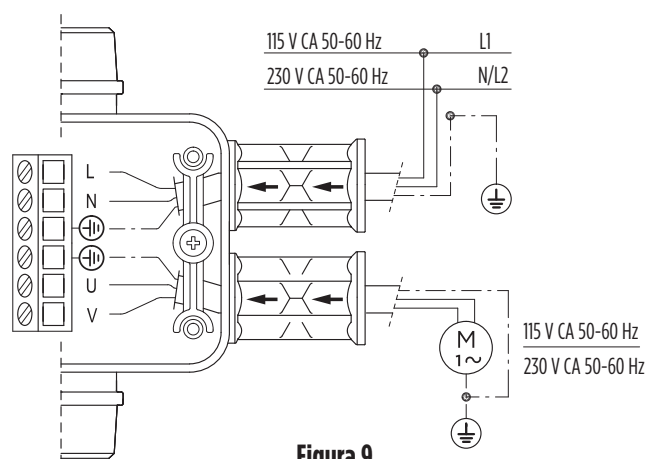

Figura 9
Siga todas las indicaciones que se encuentran en el diagrama eléctrico de la Figura 9.
⚠ AVISO La conexión a tierra de seguridad está marcada en su terminal con el símbolo  (Figura 9).
- Conecte los cables de alimentación al terminal de tornillo marcado L y N (Figura 9). Utilice solo cables de cobre clasificados para al menos 60 °C. Los terminales del cable conductor deben ajustarse a un par de 4 in-lb (0.5 Nm).
- Conecte los cables del motor al terminal de tornillo marcado U y V (Figura 9). Utilice solo cables de cobre clasificados para al menos 60 °C. Los terminales del cable conductor deben ajustarse a un par de 4 in-lb (0.5 Nm).